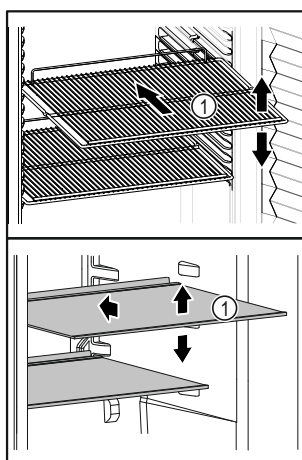

Fig. 34 Immagine a titolo di esempio
- ❑ Se i ripiani Fig. 34 (1) sono spostati, adattare i ripiani in base all'altezza.